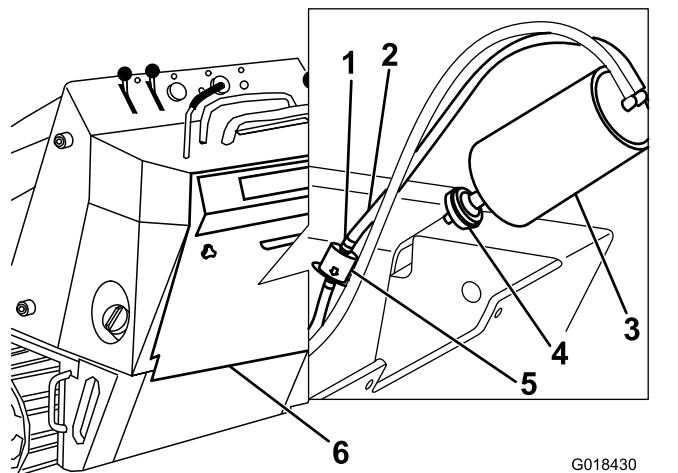

Bild 33
5. Setzen Sie einen neuen Filter in den Aktivkohlefilter ein (Bild 33).
4. Entfernen und werfen Sie den Aktivkohle-Luftfilter weg (Bild 33).
4. Schieben Sie die gefederten Schlauchklemmen an beiden Seiten des Aktivkohlefilters der Entleerungsleitung vom Filter weg (Bild 33).
5. Entfernen und entsorgen Sie den Entleerungsleitungsfilter (Bild 33).
6. Setzen Sie einen neuen Filter in den Schlauch ein; der Pfeil am Filter sollte zum Aktivkohlefilter zeigen; befestigen Sie ihn mit den Schlauchklemmen (Bild 33).